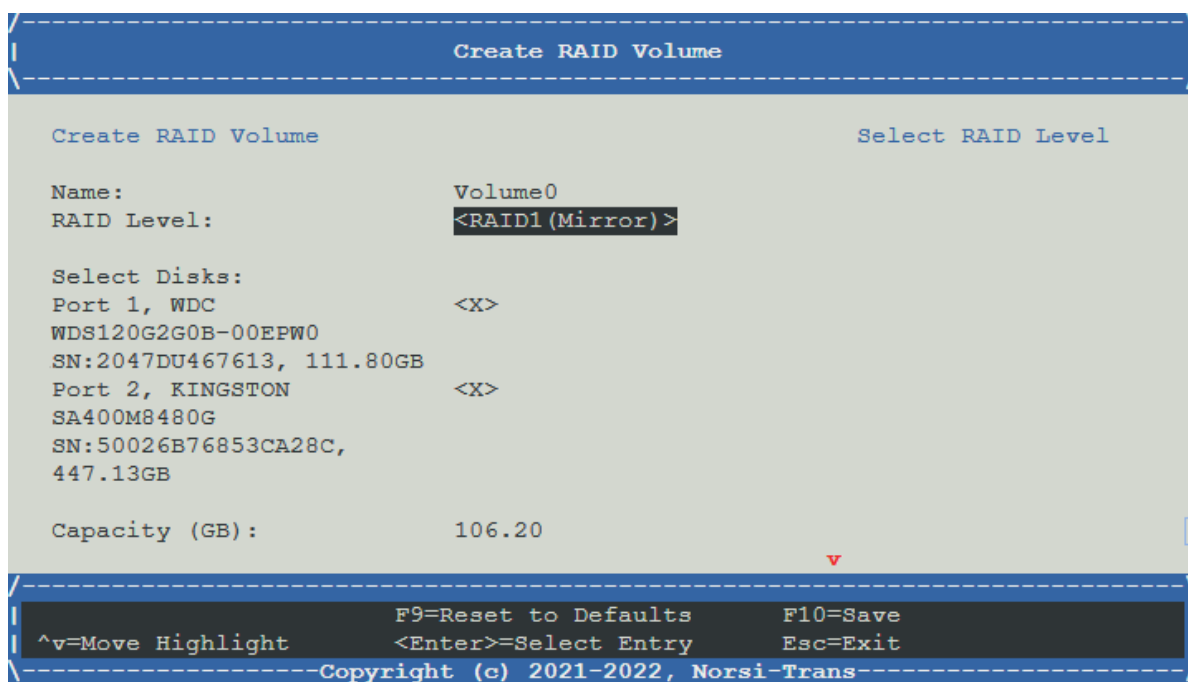

Рис. 65. Меню Create RAID Volume
- 5) Во вкладке «Create RAID Volume» установите «RAID Level» в состояние <RAID1 (Mirror)>. Окно показано на рис. 65 Меню Create RAID Volume